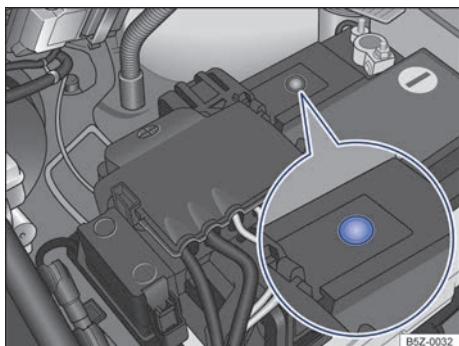

Fig. 185 No compartimento do motor: exemplo de posição do visor no lado superior da bateria do veículo.
- O visor redondo → Fig. 185 na parte superior da bateria do veículo muda de cor conforme o nível do eletrólito.